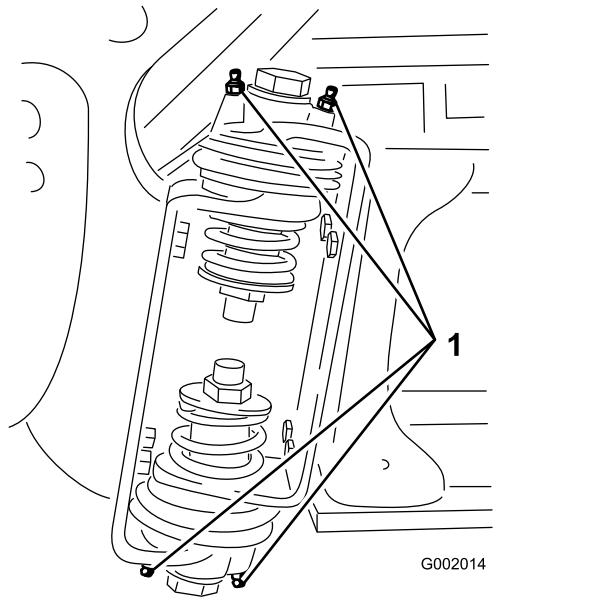

Bild 102
2. Pressen Sie Fett in die Lager oder Büchsen jedes Anschlussstückes **Bild 102**.